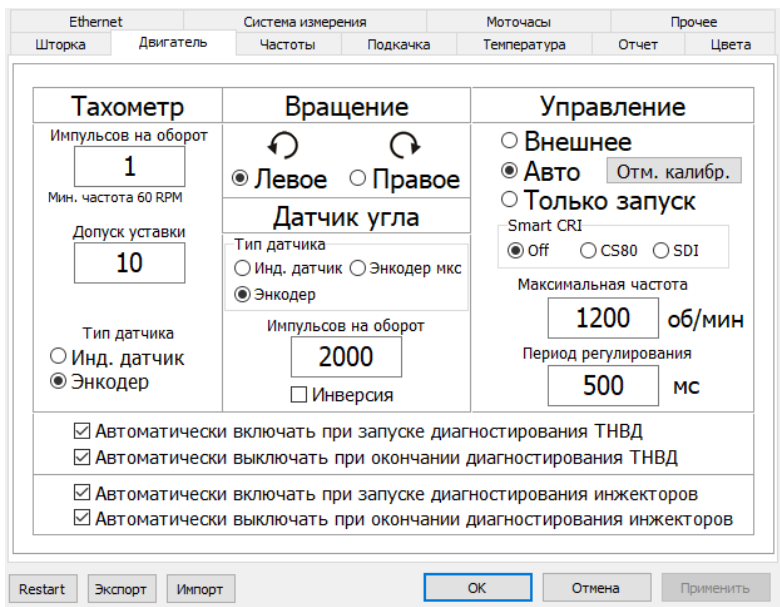

Рисунок 2.3 – Окно настроек двигателя
- Зайти в раздел «Конфигурация» -> «Настройки» программы Potok-CR, перейти на вкладку «Двигатель» (рисунок 2.3). В параметрах установить следующие значения: